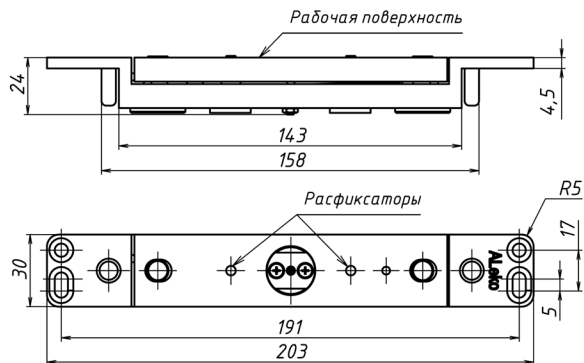

Рисунок 6 - Якорная часть замка ALM-700S
11.2 Рекомендуется периодически (не реже одного раза в шесть месяцев) проводить проверку надежности срабатывания замка и регулировку величины зазоров, а также проверять разблокировку замка при срабатывании расфиксаторов, расположенных в яcore (рисунок 6). При нажатии на толкатель расфиксатора он должен утапливаться в тело якоря и свободно возвращаться в исходное положение.